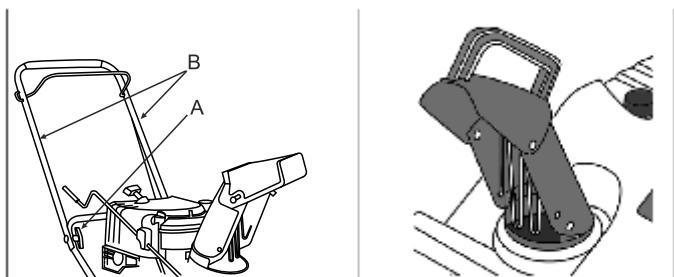

Рис. 3
### РАЗГРУЗОЧНЫЙ ЖЕЛОБ (Рис. 3)
Установите снегоразгрузочный короб (Рис. 3) в следующем порядке:
4. Поверните регулировочный рычаг между крайними положениями. Убедитесь в том, что желоб выброса снега (Рис. 3) свободно вращается.